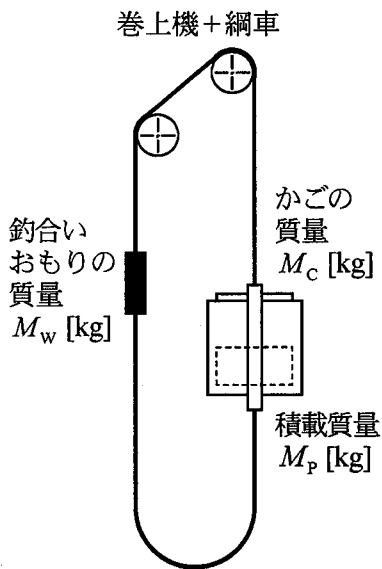
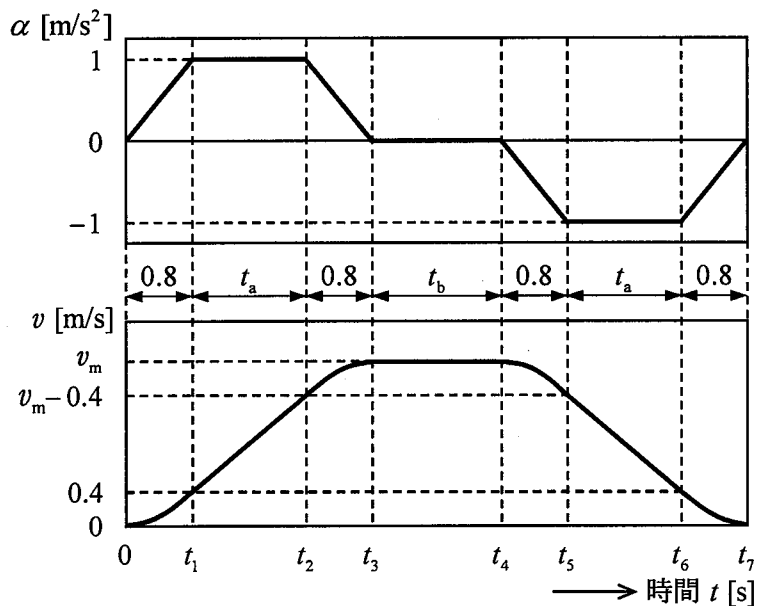

図 1 エレベータ構成概念図
図 2 エレベータの運転パターン
図 1 に示すロープトラクション式のエレベータを、図 2 に示す加速度及び速度のパターンで運転する場合を例にとり、運転速度や所要動力について検討する。なお、時刻 $t = 0$ でのかごの停止位置を基準とし、かごの上昇距離を x [m]、速度を $v = \frac{dx}{dt}$ [m/s]、加速度を $\alpha = \frac{dv}{dt}$ [m/s²] とする。また、重力の加速度を g [m/s²] とする。
1) まず、エレベータを図2に示す加速度で運転し、上昇したときの速度及び上昇距離の関係について考える。